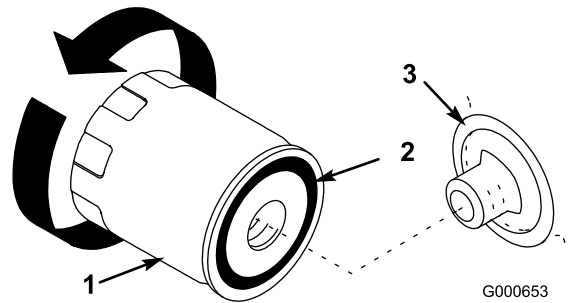

Figura 24
7. Retire el filtro usado y limpie con un paño la superficie de la junta del adaptador del filtro (Figura 24).
10. Aplique una capa fina de aceite nuevo a la junta de goma del filtro nuevo (Figura 24).
11. Instale el filtro de aceite nuevo en el adaptador del filtro. Gire el filtro en el sentido de las agujas del reloj hasta que la junta de goma entre en contacto con el adaptador del filtro, luego apriete el filtro media vuelta más (Figura 24).